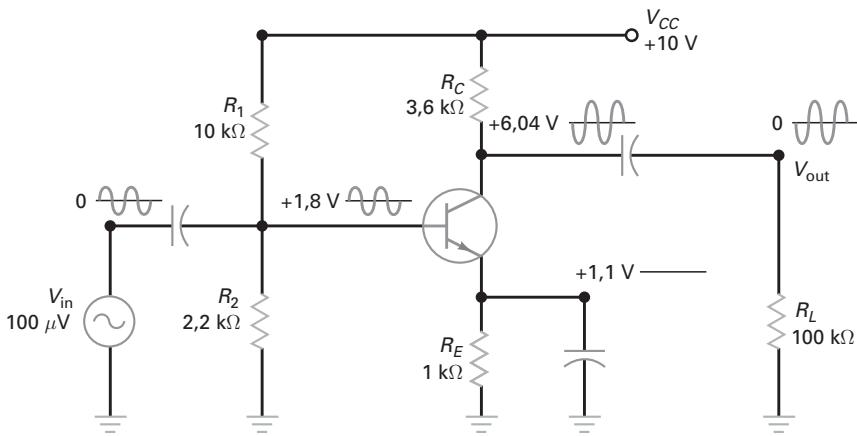

Figura 8-8 Amplificador PDT com formas de onda.
A Figura 8-8 mostra um amplificador com polarização por divisor de tensão (PDT) para calcular as tensões e correntes CC, imagine todos os capacitores abertos. Então, o circuito com transistor fica simplificado transformando-se no circuito PDT analisado no capítulo anterior. Os valores CC ou quiescentes para estes circuitos são:
Na Figura 8-8, a tensão no emissor é muito estável em 1,1 V por causa do capacitor de desvio no emissor. Portanto, quaisquer variações na tensão da base aparecerão diretamente na junção BE do transistor. Por exemplo, suponha que $v_{in} = 10 \text{ mV pp}$. No pico positivo de v_{in} , a tensão CA na base é igual a 1,805 V e V_{BE} é igual a $1,805 \text{ V} - 1,1 \text{ V} = 0,705 \text{ V}$. No pico de tensão negativo de v_{in} , a tensão CA na base diminui para 1,975 V e então V_{BE} é igual a $1,975 \text{ V} - 1,1 \text{ V} = 0,695 \text{ V}$. As variações CA em V_{BE} (0,705 para 0,695 V) produzem as variações CA em I_C e V_{EC} .
Na Figura 8-8, a fonte de tensão CA é de $100 \mu\text{V}$. Essa tensão é acoplada à base. Por causa do capacitor de desvio, toda a tensão CA aparece no diodo emissor-base. A corrente CA na base então produz uma tensão CA no coletor amplificado, conforme descrito anteriormente.
Observe as formas de onda da tensão na Figura 8-8. A fonte de tensão CA é uma tensão senoidal baixa com um valor médio de zero. A tensão na base é uma tensão CA superposta a uma tensão CC de +18 V. A tensão no coletor é uma tensão CA amplificada e invertida superposta a uma tensão CC de +6,04 V. A tensão na carga é a mesma tensão no coletor, exceto que seu valor médio é zero.
O amplificador PDT na Figura 8-8 é a forma padrão para se montar um amplificador com transistor discreto. *Discreto* significa que todos os componentes como resistores, capacitores e transistores são montados separadamente e conectados para se obter o circuito final. Um *circuito discreto* é diferente de um *circuito integrado (CI)*, em que todos os componentes são criados e conectados simultaneamente em uma *pastilha* (chip), uma fração de material semicondutor. Nos capítulos posteriores estudaremos o *amp. op.*, um amplificador CI que produz ganhos de tensão de mais de 100.000.